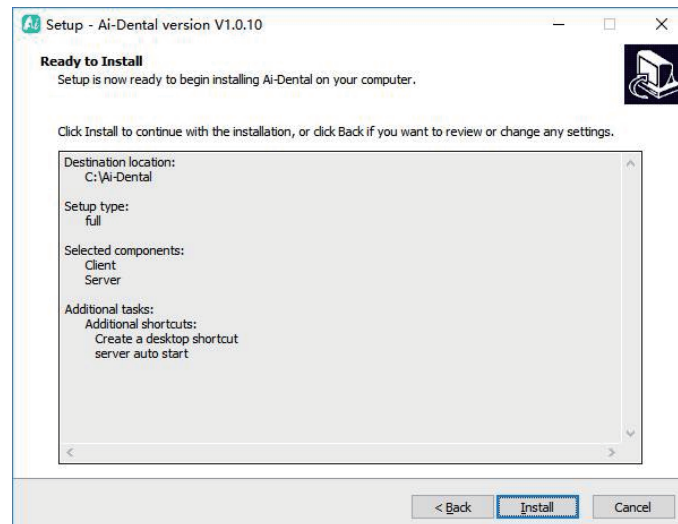

Figure 8
3.1.7 Cliquez sur le bouton "Installer" pour lancer l'installation, comme le montre la figure 8 :